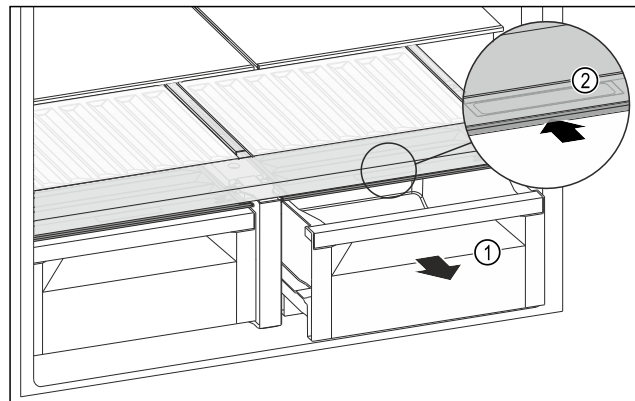

Fig. 130
- Retirer le tiroir Fig. 130 (1).
- Saisir la poignée encastrée Fig. 130 (2) du couvercle du compartiment et pousser le couvercle du compartiment vers l'arrière.